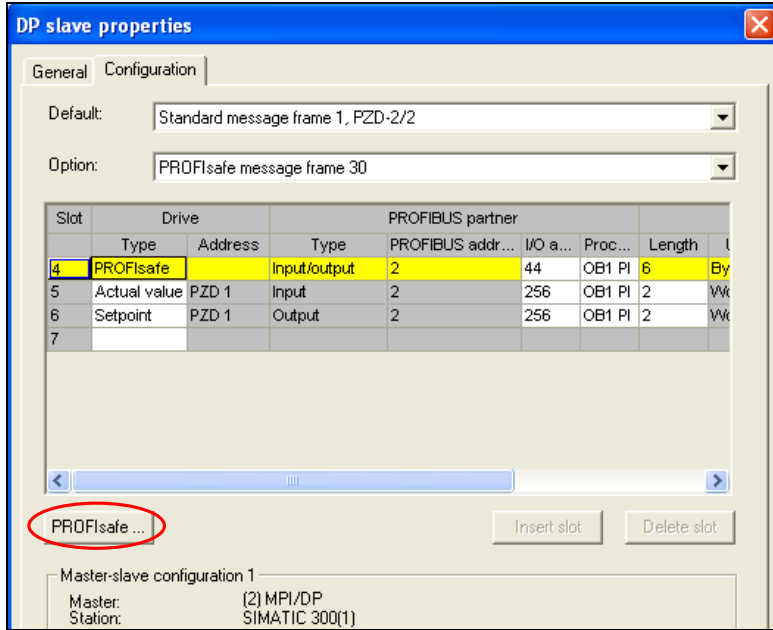

图 27 为 G120F 设置 F 报文
(5) 双击 SINAMICS G120F，设置其属性（图 27）。
故在程序中，只需激活相应的控制字即可。由于 Profisafe 报文的输入/输出字节的起始地址是 44（图 27），因而此刻安全功能的对应控制字的地址为：